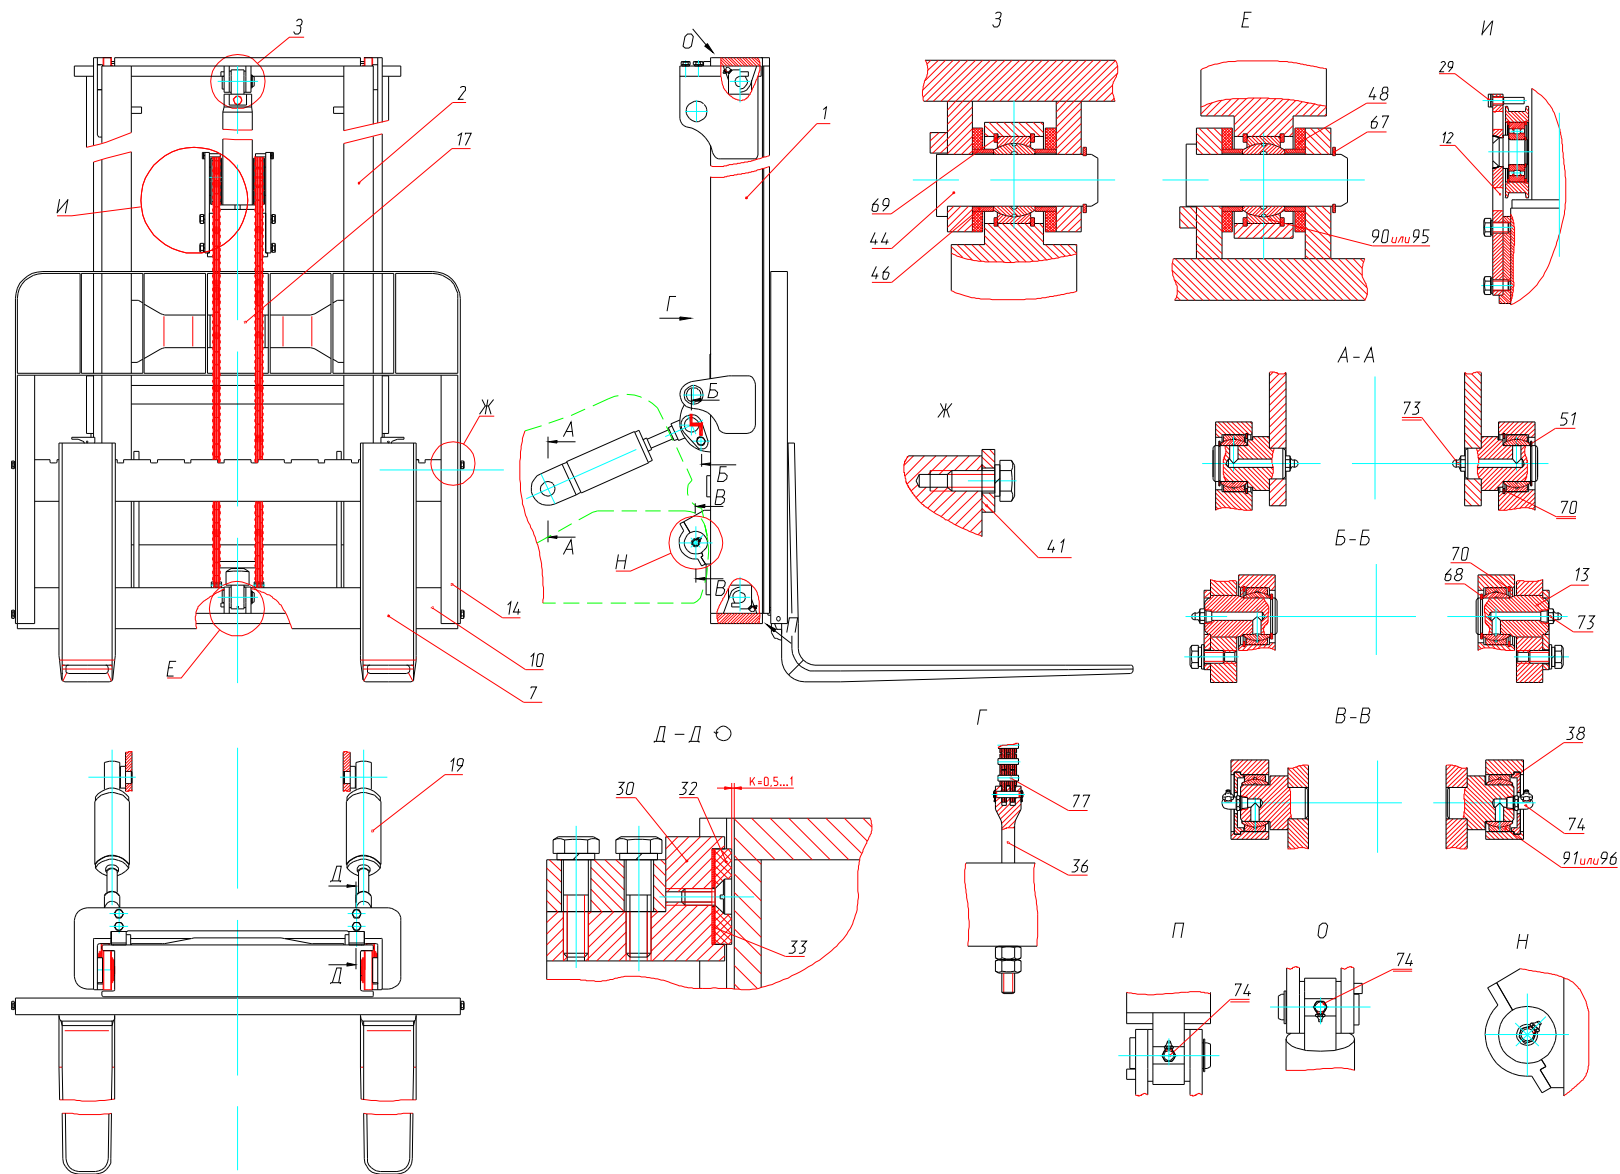

Рис. 17 Грузоподъемник 016-01-33.00.000
- регулировку натяжения цепей производить с помощью натяжных болтов 36 и гаек (рис. 17) так, чтобы обеспечить равномерное их натяжение.
К числу основных узлов грузоподъемника относятся основная 1 и выдвижная 2 рамы, каретка 10, гидроцилиндр подъема 17 и наклона 19, вилы 7 (рис.17).